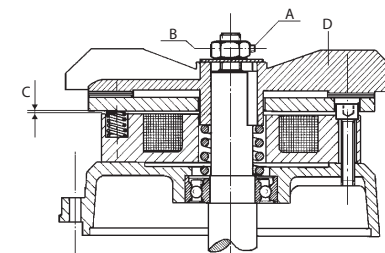

Fig.4
4. Placez le chevalet dans sa position exacte de travail, en prévoyant un plan d'appui nivelé et idoine à supporter les charges indiquées dans le paragraphe correspondant (cf. fig. 4 et 5).
7. Si le client souhaite utiliser le treuil sans lest, il devra ancrer le chevalet au sol, en suivant les indications d'un technicien agréé conformément à la loi. Cette notice fournit les indications nécessaires à ce propos (cf. fig.4). L'ancrage doit s'effectuer avec les 2 crampons tubulaires avec anneau (disponibles en option) à placer à la base des montants du cadre arrière.
- réglez l'entrefer en dévissant la vis à tête creuse hexagonale "A" puis en agissant sur l'écrou "B" : la mesure "C" doit être comprise entre 0,4 et 0,6 mm. Pendant le fonctionnement du moteur, le ventilateur "D" doit tourner librement sans frotter sur le disque. Remontez ensuite le capot moteur et revissez les 4 vis, (Fig.4).